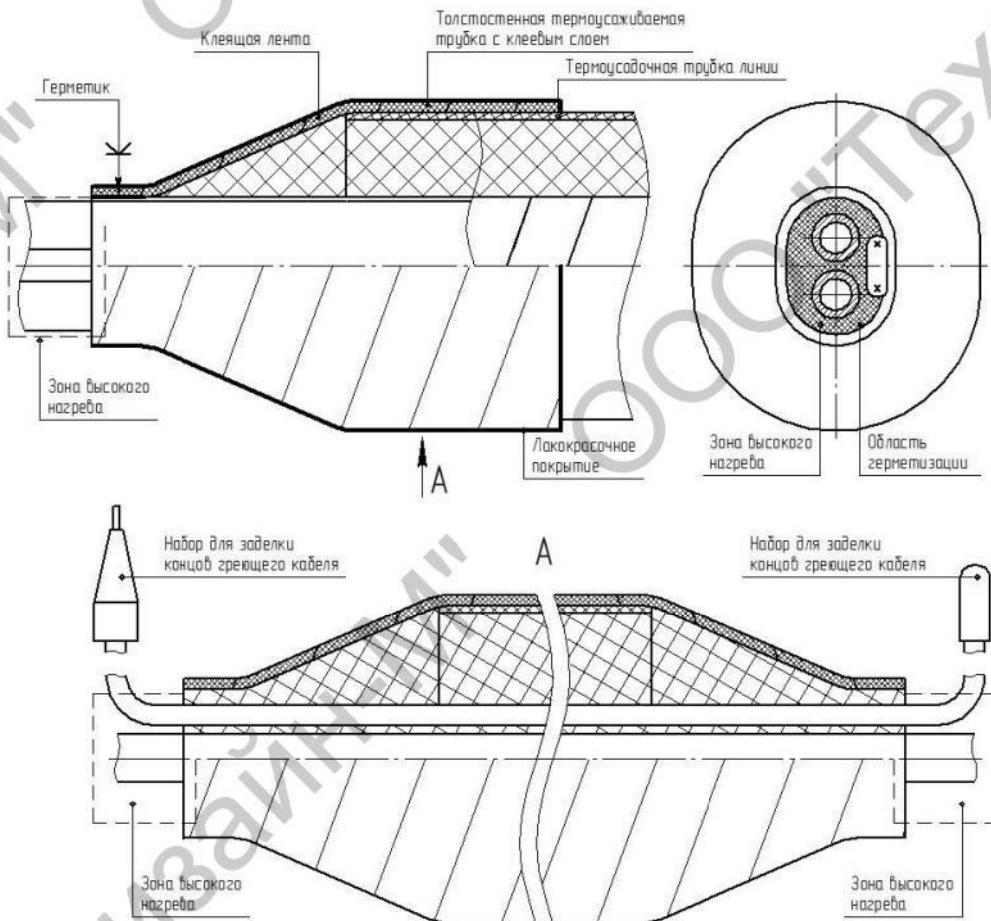

Рисунок 9 - Монтаж комплекта ТДМ-ТИЛ-Э-Ex-КЗиГКЛ с использованием kleящих лент.
- Конец линии зачистить от внешнего слоя изоляции из базальтовых шнуров на необходимую для монтажа величину (см. рисунок 9).